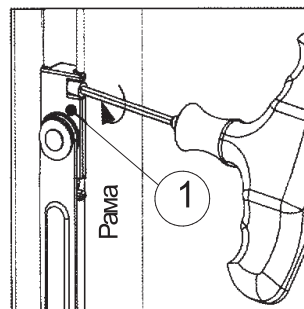

Рис. 2
2. Вставить элемент (1) ограничителя в фурнитурный паз рамы (рис.2), выдержав расстояние  $A = 130$  мм закрепить 2-я винтами